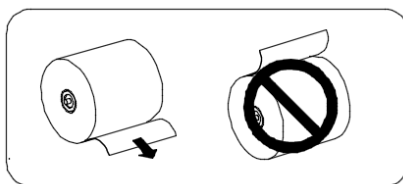

图 2-3
2. 取出用过的纸芯，拆封新纸卷。注意新纸卷的正确方向，如图 2-3 所示。